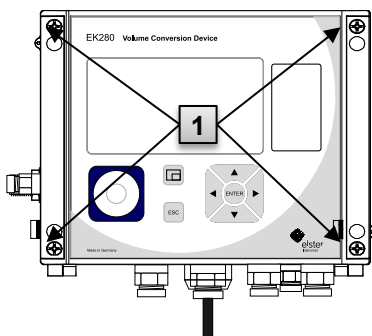

Fig. 27
2. Løsn de fire skruer Fig. 27: **1** der holder huset lukket.
10. Luk huset vha. de fire medfølgende skruer (Fig. 27: **1**).